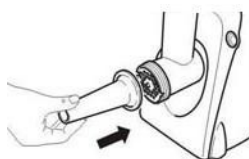

FIG.9
Colocar el cono (14) en el conducto de alimentación y enroscar la abrazadera teniendo detenido el conducto de alimentación (fig.9).